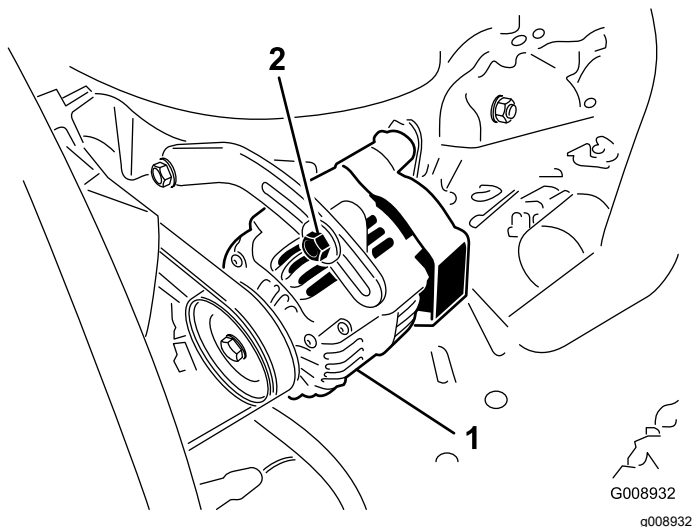

图 77
每操作 100 个小时后检查皮带的状况和张紧力 (图 77)。
2. 如果下压不是 10mm 请松开发电机固定螺栓 (图 77)。